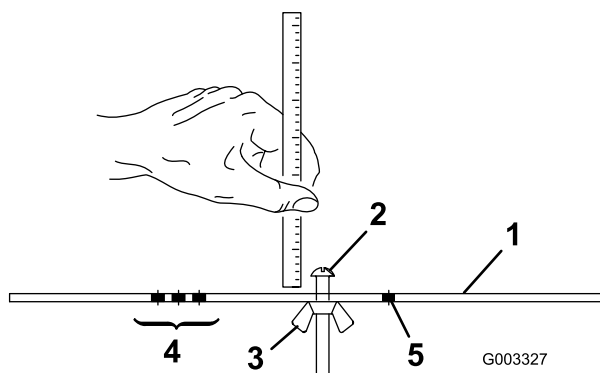

Figure 24
2. Desserrez l'écrou du gabarit (Figure 24) et tournez la vis de réglage de manière à obtenir la hauteur de coupe voulue.